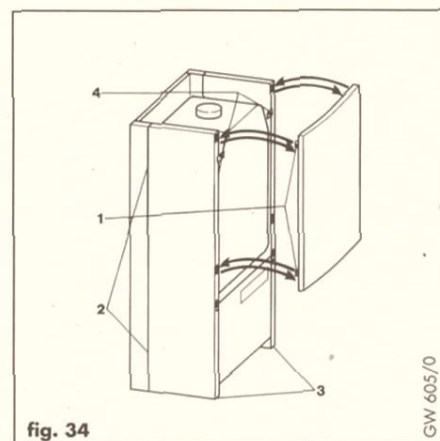
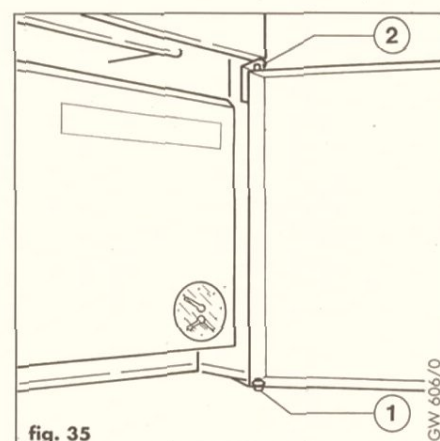
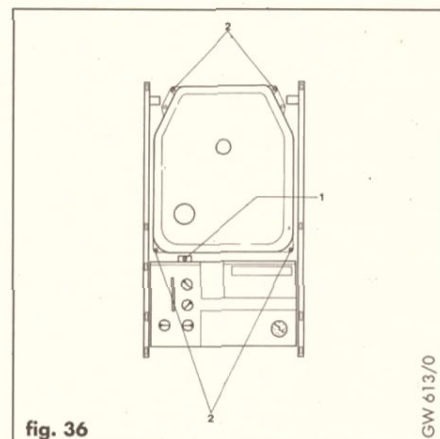

fig. 34
fig. 35
fig. 36
Agganciare la porta superiore dell'apparecchio alle clips laterali (1, fig.34) alloggiare nelle pareti laterali e farla scorrere verso il basso. Infilare la porta inferiore dell'apparecchio nel perno della cerniera superiore (2, fig.35) e spingere il perno della cerniera inferiore (1, fig.35) verso il basso in modo tale che si inserisca nella porta.
Togliere le viti dal perno della cerniera inferiore (1, fig.35) e applicarle alla parete laterale sinistra.
Togliere la parte inferiore del perno della cerniera superiore (2, fig.35) dal mantello dell'apparecchio per allentare la piastrina di fissaggio. Ruotare di 90° il perno della cerniera superiore e toglierlo. Metterlo sul lato sinistro del mantello.
Fissare la porta inferiore dell'apparecchio infilandola sul perno della cerniera inferiore (2, fig.35), spingere verso il basso il perno della cerniera inferiore (1, fig.35) in modo che agganci la porta.
- Levare la parte superiore del mantello (fig.34) e rimuovere il coperchio della camera di combustione togliendo le quattro viti (2, fig.36).